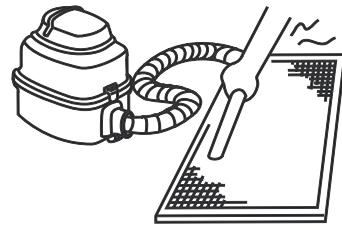

Figura 13.3
- a. La sección de entrada de aire debe estar hacia arriba cuando se utiliza una aspiradora. (Consulte la Figura 13.3)